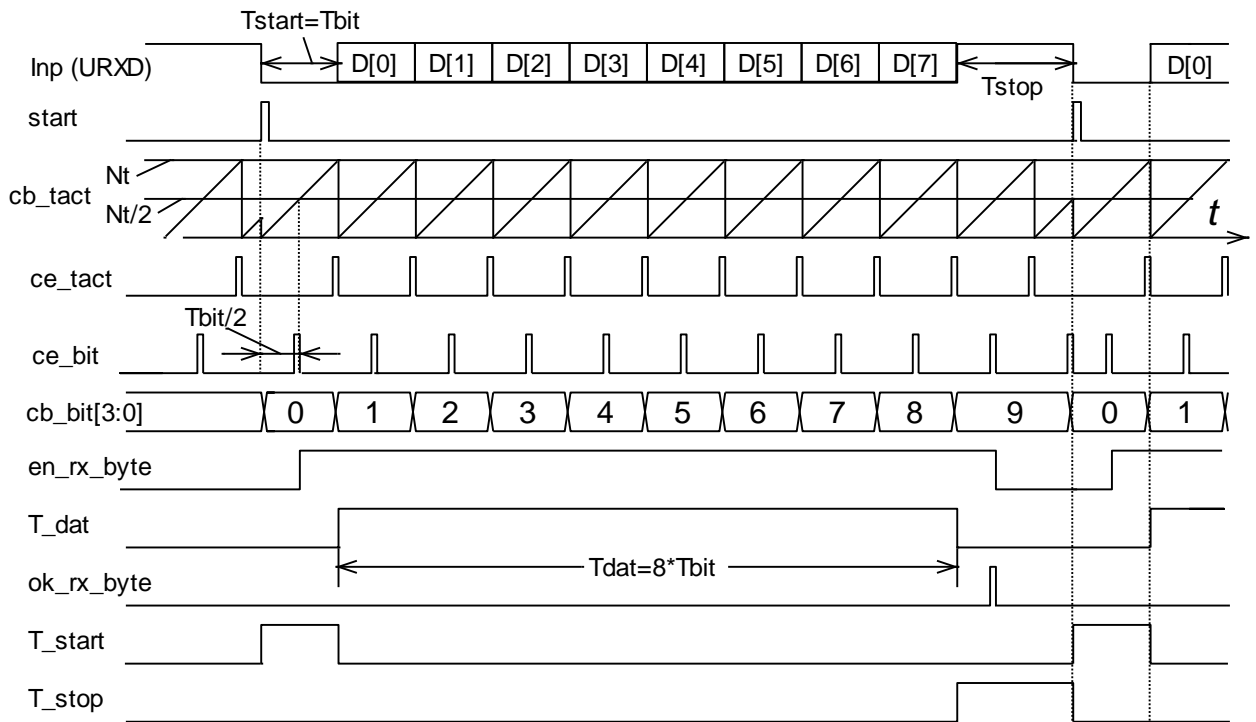

Рис.4 Пример временных диаграмм приемника одного байта (8 бит данных) URXD1B (без контроля четности)
- 2.3 Начертить в тетради временные диаграммы сигналов URXD1B (рис.4).